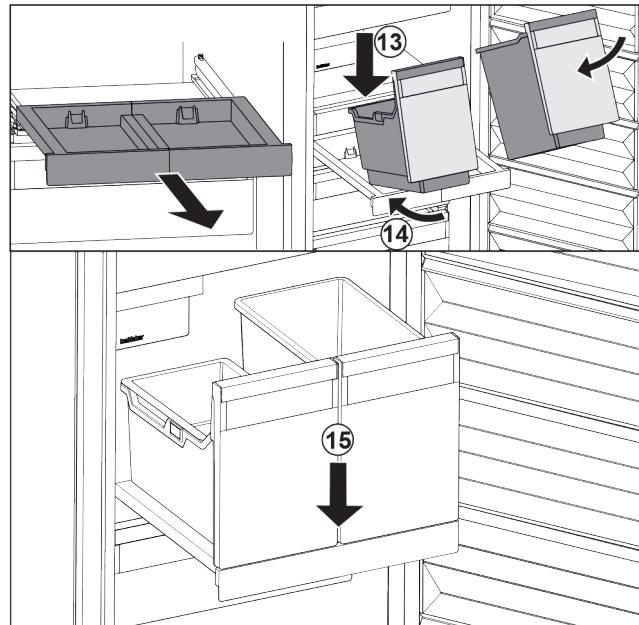

Fig. 39
- ▶ Встановити резервуар на витяжну панель навколо. Fig. 39 (13)
- ▶ Насунути резервуар навколо до заду. Fig. 39 (14)
- ▶ Резервуар опустити спереду. Fig. 39 (15)